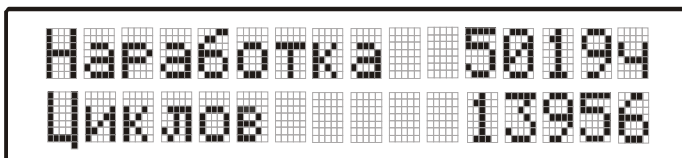

Рисунок 7 — Отображение наработки и общего количества рабочих циклов
При длительном нажатии на кнопку «Ввод» (34) прибор безопасности выводит данные встроенного регистратора параметров: наработку крана в моточасах и общее количество рабочих циклов крана (рисунок 7).